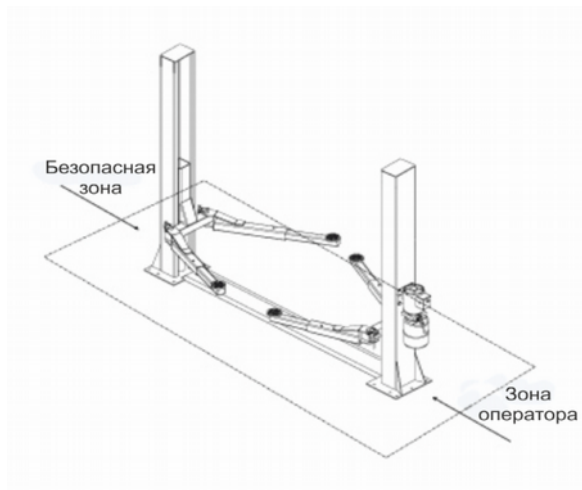

Рис.10
- Во время подъема автомобиля люди находятся в безопасной зоне (Рис. 10).